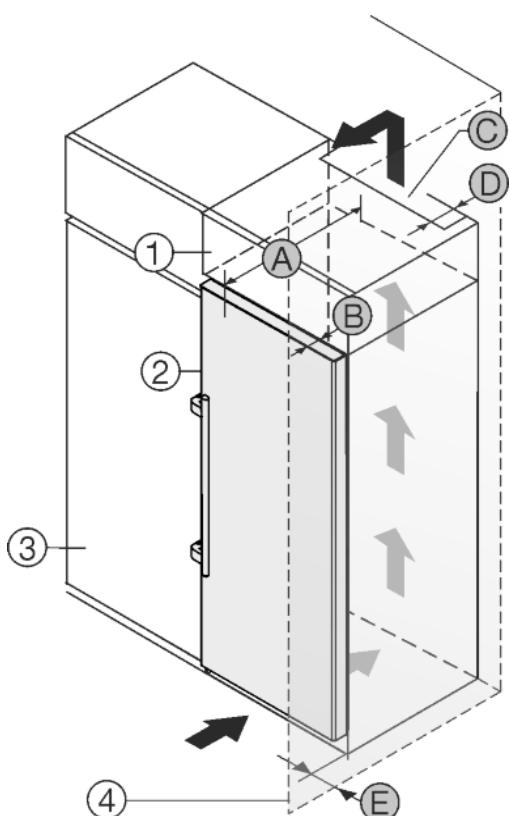

Fig. 24
Пристрій можна комбінувати з кухонними шафами. Для того, щоб пристрій Fig. 24 (2) вирівняти по висоті кухонної секції, на пристрій можна встановити антресольну секцію Fig. 24 (1).
Пристрій можна встановлювати безпосередньо поряд з кухонною шафою Fig. 24 (3). Для повного відкриття дверей пристрій повинен виступати на глибину Fig. 24 (B) відносно передньої панелі кухонної шафи. Залежно від глибини кухонних шаф та використання пристінних розпірок пристрій можна встановити так, щоб він виступав вперед.
- Задня сторона антресольної шафи повинна мати вентиляційний канал глибиною Fig. 24 (D) вздовж всієї ширини шафи.
- Під стелею приміщення слід дотримуватися поперечного перерізу вентиляційного відведення повітря Fig. 24 (C).
Якщо пристрій з шарнірами встановлюється поряд зі стінкою Fig. 24 (4), то між пристрієм та стінкою слід додержуватися відстані Fig. 24 (E). Це відповідає виступу ручки при відкритих дверцях.